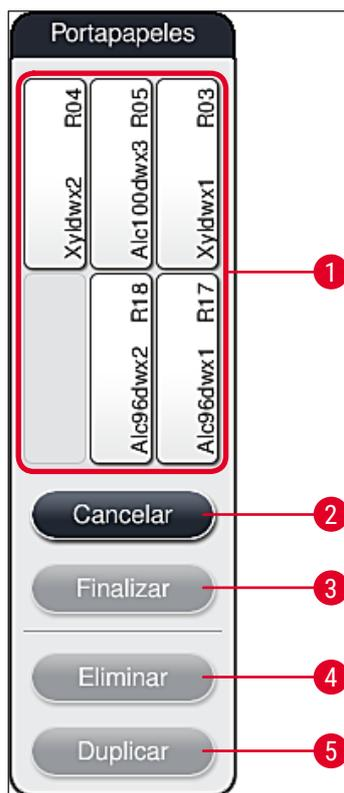

Fig. 63
- Después de la confirmación, se abrirá el **Portapapeles** (→ "Fig. 63"), al cual se pueden mover hasta 6 estaciones de reactivos (→ "Fig. 63-1").